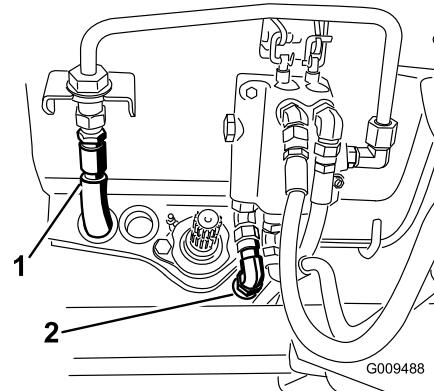

Bild 76
17. Trennen Sie den Behälterschlauch von der Festleitung des Regelventils ab (Bild 76).
19. Trennen Sie den Druckschlauch vom Regelventil ab (Bild 76).